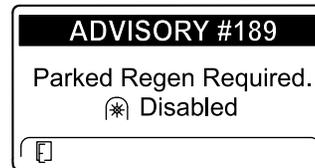

Figure 48
- Si vous n'exécutez pas de régénération en stationnement dans un délai de 2 heures, l'InfoCenter affiche ADVISORY #189 (avis n° 189) s'affiche pour demander une régénération en stationnement – prise de force désactivée (Figure 48).